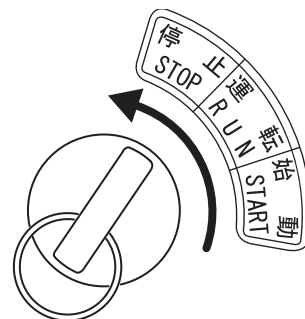

Figure 20. Interrupteur à clé (Stop)
3. Tournez la clé à la position « Stop » (Figure 20). Le signal sonore s'arrêtera.